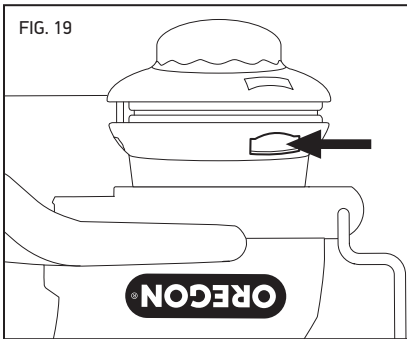

FIG. 19
- Presione el cabezal del GSL para liberar la parte inferior de la base (Fig. 19).